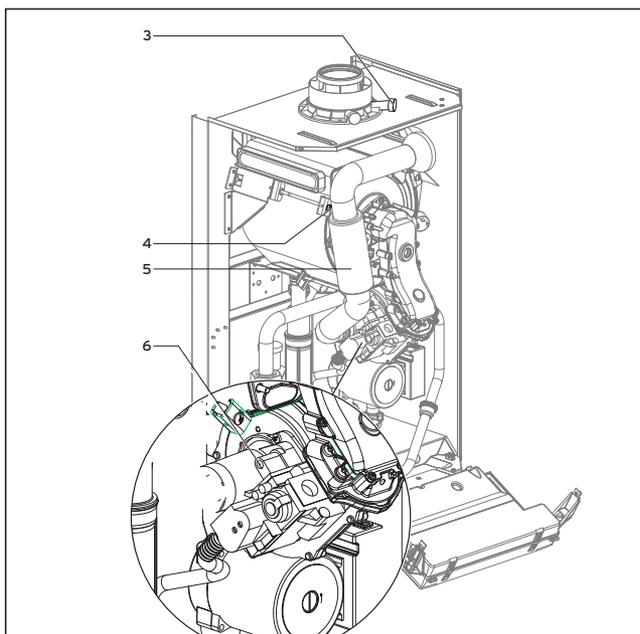

Fig. 5.4 Esecuzione della misurazione CO₂ (regolazione del gas)
- Misurare il tasso di CO₂ alla bocchetta di controllo gas di scarico (3) (fig. 5.4). Paragonare il valore misurato con quello indicato nella tabella 5.2.
- Nel caso fosse necessaria una regolazione del valore dei gas di scarico, svitare la vite (4) e ribaltare in avanti di 90° il tubo di aspirazione aria (5). Non staccare il tubo di aspirazione aria!
- Se necessario impostare il valore corretto dei gas di scarico (tab. 5.2) girando al vite (6).